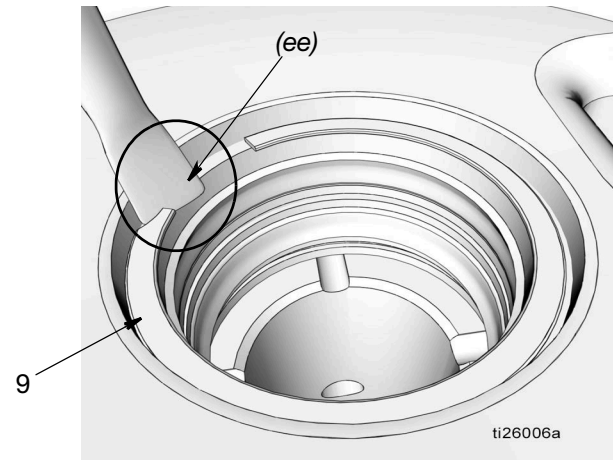

FIG. 26
- a. Glisser la lame d'un petit tournevis à tête plate sous l'extrémité effilée (ee) de l'anneau de retenue (9) et déposer l'anneau comme indiqué à la FIG. 26.
- b. Retirer l'entretoise conique (10), le joint (11) et l'entretoise (12).
- c. Glisser la lame d'un petit tournevis à tête plate sous l'extrémité effilée (ee) de l'anneau de retenue (51) pour déposer l'anneau comme indiqué à la FIG. 26.
- d. Retirer l'entretoise (12), le joint (11) et l'entretoise (12).